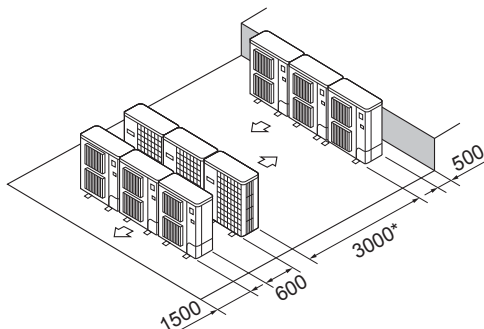

Fig. 2-14
- ⑥ Πολλαπλή παράλληλη διάταξη μονάδων (Fig. 2-14)